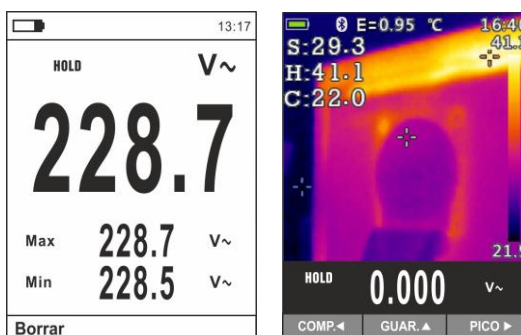

Fig. 19 Borrado y compartido de imágenes rellamadas
28. Pulse la tecla **HOLD/REL** sobre la imagen rellamada. La pantalla de Fig. 19 – parte derecha se muestra en el visualizador